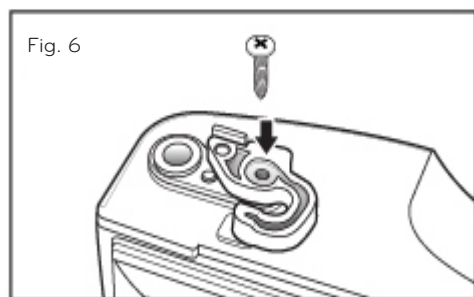

Fig. 6
- Soulevez légèrement la porte et retirez-la (voir Fig. 6).
- Déplacer du cote oppose le Ferme Porte (taquet) tout le faisant pivoter (voir Fig. 6), en le plaçant sur le support de la charnière. Ajuster le serrage des vis avec le tournevis.